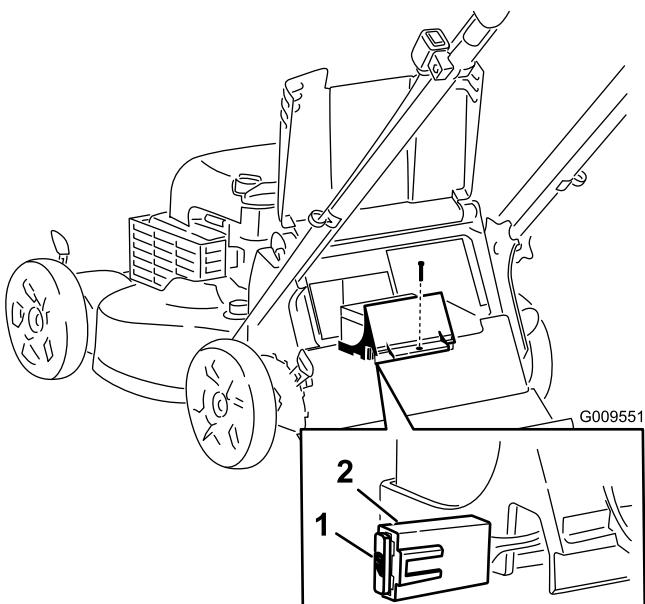

Рисунок 24
3. Снимите крепежный винт аккумуляторного отсека, выньте аккумулятор и найдите предохранитель (Рисунок 24).
4. Замените плавкий предохранитель в держателе (Рисунок 24).